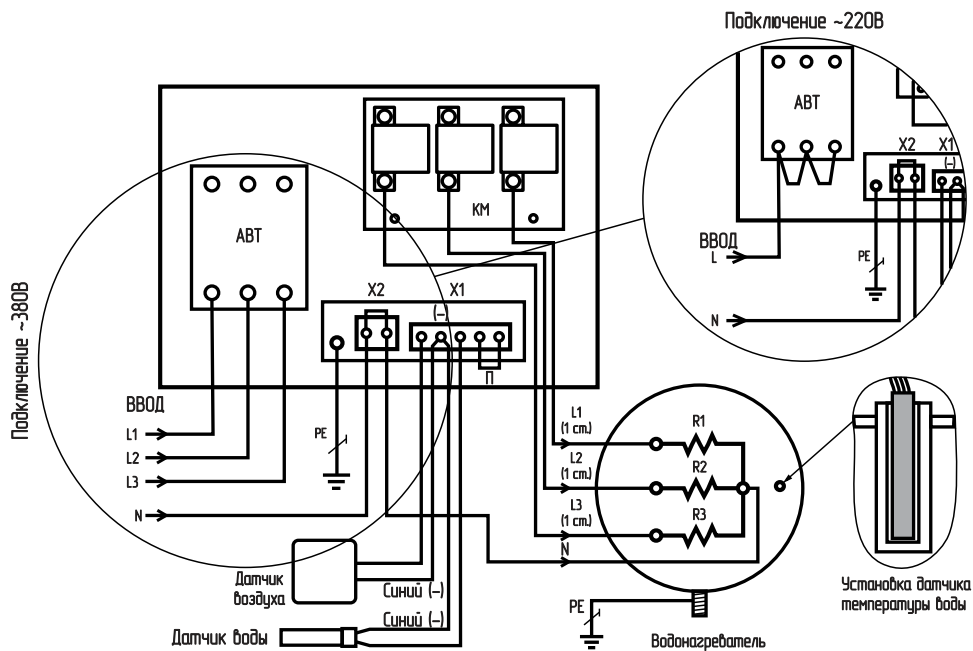
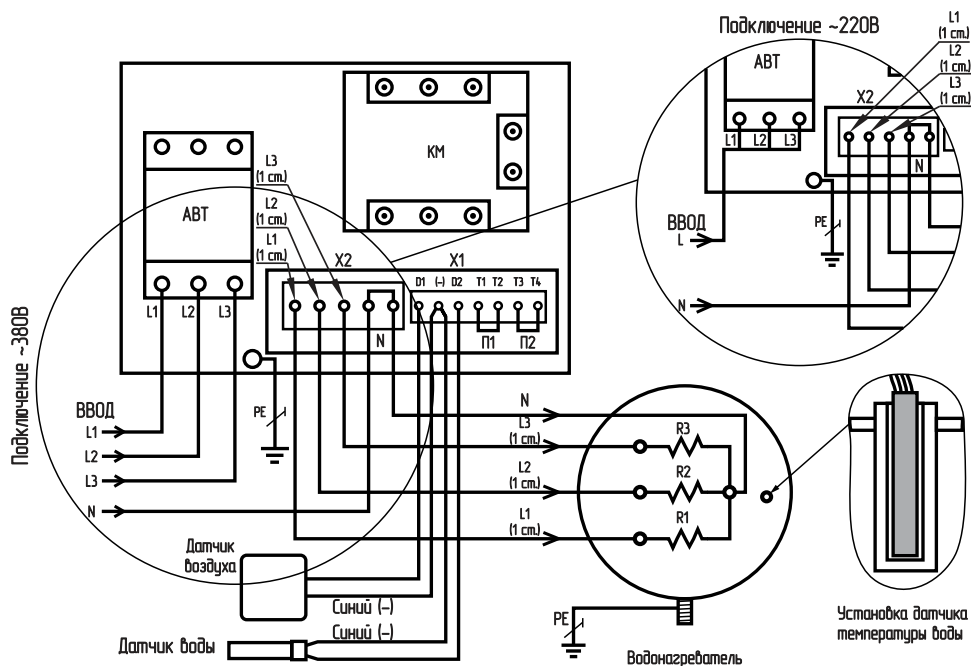

Рис.2 Схема подключения ПУ ЭВТ мощностью до 15 кВт
Рис.3 Схема подключения ПУ SSR мощностью до 9 кВт и до 15 кВт
- Эксплуатация панели управления должна осуществляться только при условии ее подключения в соответствии со схемой подключений (**Рис.1; Рис.2; Рис.3**);
9. Подключите панель к питающей сети кабелем соответствующего сечения, исходя из номинальной мощности котла или ТЭНБ, согласно схеме подключений (**Рис.1; Рис.2; Рис.3**) настоящего паспорта и инструкции по эксплуатации.
10. При подключении панели управления к однофазной сети переменного тока соедините вместе клеммы L1, L2, L3 вводного автомата и подключите их к фазному проводу питающей сети. Нулевой провод питающей сети подключается согласно схеме (**Рис.1; Рис.2; Рис.3**).
- Поместите в него датчик до упора, предварительно смазав термопастой (**Рис.1; Рис.2; Рис.3**);
- Подключите датчики к монтажной колодке X1 в соответствии со схемой (**Рис.1; Рис.2; Рис.3**), обращая особое внимание на полярность датчиков. Провода датчиков синего цвета, помеченные знаком (-) подключаются на клемму колодки X1, помеченную знаком (-) (**Рис.1; Рис.2; Рис.3**). Датчики подключаются медными проводами сечением 0,5-0,75 кв.мм необходимой длины. При длине провода более 10 метров желательно использовать провода, свитые в пары (не более 50 метров);
12. Подключите панель к котлу или твердотопливному котлу с установленным ТЭНБ, согласно схеме подключений (**Рис.1; Рис.2; Рис.3**) кабелем соответствующего сечения, исходя из номинальной мощности котла или комплекта ТЭНБ;
13. Выполните заземление (защитное зануление) корпуса панели, в соответствии со схемой подключений (**Рис.1; Рис.2; Рис.3**).
- Нулевой рабочий провод сети (N) должен подсоединяться к колодке X2 «НЕЙТРАЛЬ» внутри панели и к общему проводу ТЭН котла или ТЭНБ;
- Подключить внешний термостат к монтажной колодке X1 вместо перемычки (П) **Рис.1; Рис.2** или (П1) **Рис.3** для ПУ ЭВТ SSR до 9 и до 15 кВт.
Внимание! В случае отсутствия перемычки (П или П1 для ПУ ЭВТ SSR до 9 и до 15 кВт) или срабатывания внешнего термостата, подключенного вместо перемычки к колодке X1 (**Рис.1; Рис.2; Рис.3**) устройство будет отключено.
- Подключить датчик перегрева теплоносителя к монтажной колодке X1 вместо перемычки (П2) **Рис.3**.
Внимание! В случае отсутствия перемычки (П2) или срабатывания датчика перегрева теплоносителя, подключенного вместо перемычки к колодке X1 (**Рис.3**) устройство будет отключено.